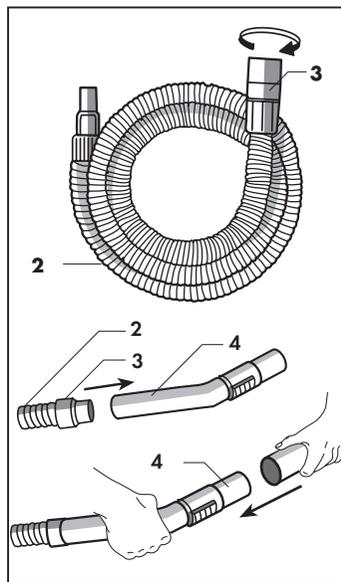
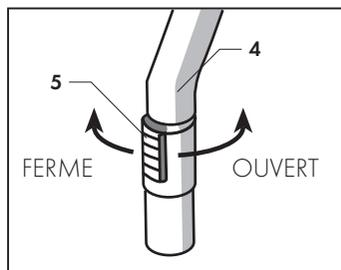

Fig. 8
Fig. 9
Pour accoupler les différents composants, il suffit d'introduire le raccord (3) du tube flexible (2) dans la poignée (4) et d'introduire la partie femelle de l'accessoire que vous désirez utiliser sur la partie terminale mâle de la poignée (4) (Fig. 8).
**POIGNEE (4)**
Cet accessoire monte une couronne de réglage du débit (5) permettant de régler la force d'aspiration (Fig. 9).